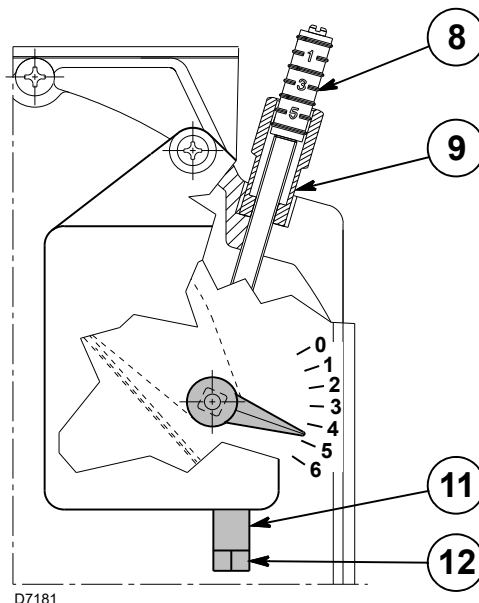

Рис. 15
При первичном запуске горелки положение воздушной заслонки 1-ой ступени, которая регулируется винтом 12) (Рис. 15), должна быть установлена выше метки 1, (заводская калибровка выполнена на метке 1).
- Ослабьте гайку 9) и при помощи винта 8) (Рис. 15) отрегулируйте подачу воздуха на 2-ю ступень (см. значения CO2 в Табл. Т).
- Отрегулируйте 1-ю ступень при помощи винта 12), предварительно ослабив (по часовой стрелке) гайку 11) (Рис. 15). Для регулировки используйте значения CO2 в приведенной ниже таблице.
- По достижении оптимальной регулировки затяните (против часовой стрелки) гайку 11) (Рис. 15). При выключении горелки воздушная заслонка закрывается автоматически за счет собственного веса, максимальное разрежение давления в дымоходе при этом достигнет 0,5 бар.